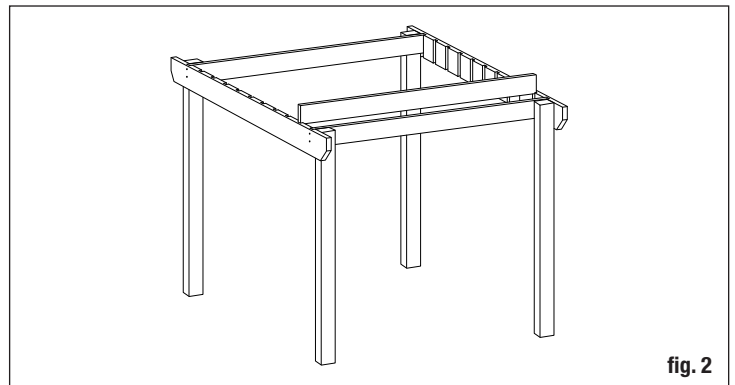

fig. 2
Step 3: Using a ladder, slide main rafters into pergola headers (fig. 2).
Paso 3: Usando una escalera de mano, deslice las vigas principales dentro de los cabezales de la pérgola (fig. 2).